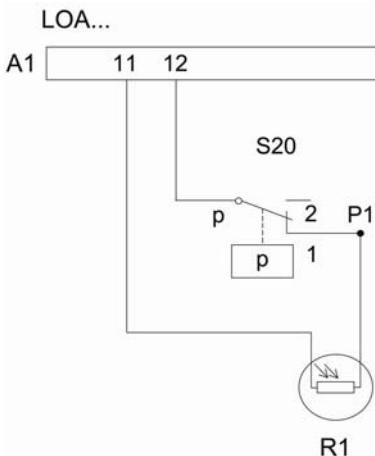

Рис. 1
- Установите стальную трубку (зонд) в камеру сгорания или дымоход (рис. 1)